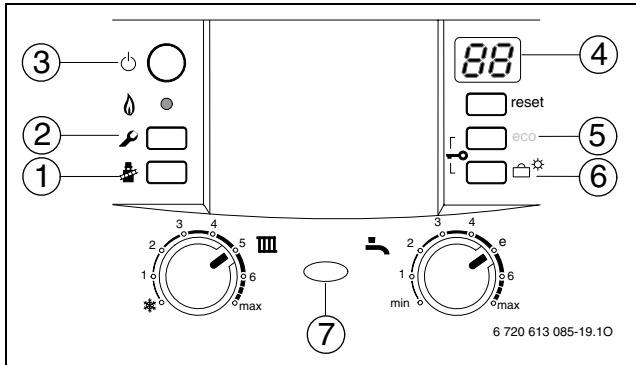

Рис. 42 Обзор элементов управления
- ▶ Нажимать кнопку (5) или кнопку (6) (→ рисунок 42) до тех пор, пока не будет отображена необходимая сервисная функция.
- ▶ Одновременно нажимать кнопки (5) и (6) (→ рисунок 42) в течение 3 секунд (на дисплее будет отображено до тех пор, пока на дисплее снова не отобразится комбинация цифра.буква, напр. 8.А .
- ▶ Нажимать кнопку (5) или кнопку (6) (→ рисунок 42) до тех пор, пока не будет отображён необходимый параметр сервисной функции.
- ▶ Одновременно нажимать кнопки (5) и (6) (→ рисунок 42, страница 31) в течение 3 секунд (на дисплее будет отображено ) до тех пор, пока на дисплее не отобразится функция первого уровня, напр., 1.A .
- ▶ Отвинтить пробку на измерительном патрубке для измерения давления перед форсункой (3) (→ стр. 37) и подсоединить U-образный манометр.
- ▶ Нажимать кнопку (5) или кнопку (6) (→ рисунок 42, страница 31) до тех пор, пока не будет отображено необходимое давление перед форсункой.